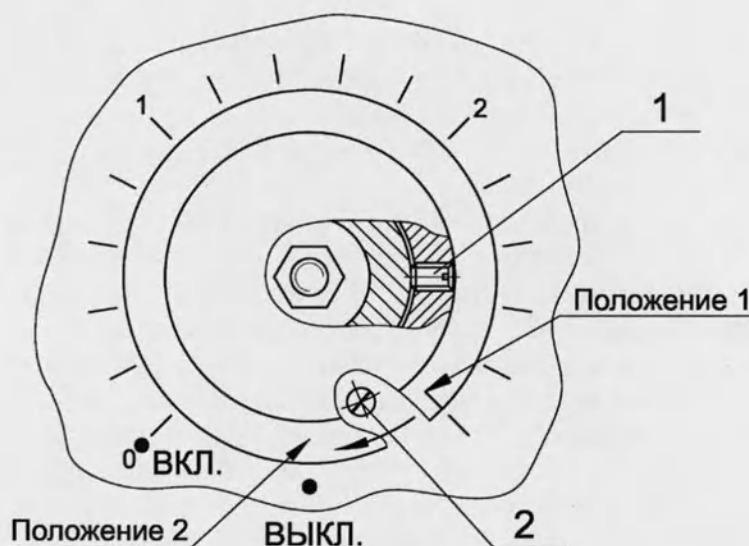

Рис.27
10.3.6 Проведите технический сеанс ГБО при максимальном давлении изопрессии (0,3 МПа) в течение 5 мин. без пациента с проверкой предохранительного клапана, для чего вывернуть стопорные винты поз. 1,2. (см. рис. 27), снять ручку, вывернуть винт ограничения поворота (с цилиндрической головкой), установить ручку, повернуть ее, совместив риску со знаком "3" на панели, затем повернуть ручку по часовой стрелке примерно на 45°. Следить за нарастанием давления в камере по манометру и срабатыванием предохранительных клапанов. Клапаны должны сработать один - при давлении 0,315 МПа. (3,15 кгс/см²), другой - при давлении 0,325 МПа. (3,25 кгс/см²).. При обнаружении несоответствия срабатывания провести регулировку клапана вращением гайки поз.7 (см. рис.8). После регулировки гайку законтрить и опломбировать. После завершения проверки ручку давления задатчика давления вернуть в положение "1" (см. рис.4), снять ее, установить винт-ограничитель, установить ручку, ввернуть стопорные винты и провести плановую декомпрессию.